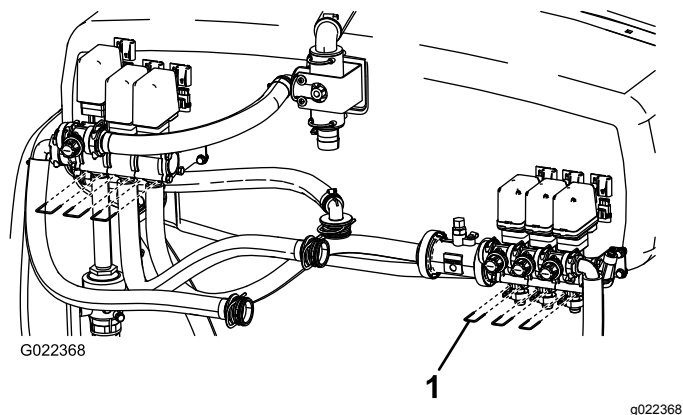

Рисунок 50
- B. Снимите три вилки крепления седел клапанов к узлу в сборе (Рисунок 50).
Примечание: Помните о наличии пружин в клапане (Рисунок 50).